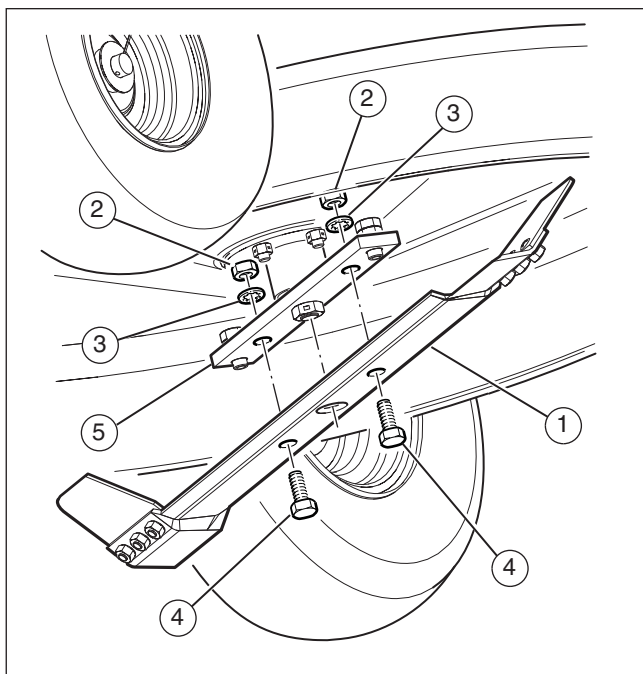

Figure 21
- Vérifier fréquemment la lame (1) pour toute usure excessive, fissures ou tout autre dommage (voir la Figure 21).
- Vérifier fréquemment les écrous (2) qui maintiennent la lame. Garder ces écrous bien serrés.
3. Retirer les écrous (2), les rondelles (3) et les boulons (4) qui maintiennent la lame (1) (voir la Figure 21).
6. Monter la lame sur le mandrin (5).
8. Fixer la lame à l'aide des boulons (4), rondelles (3) et écrous (2) d'origine.